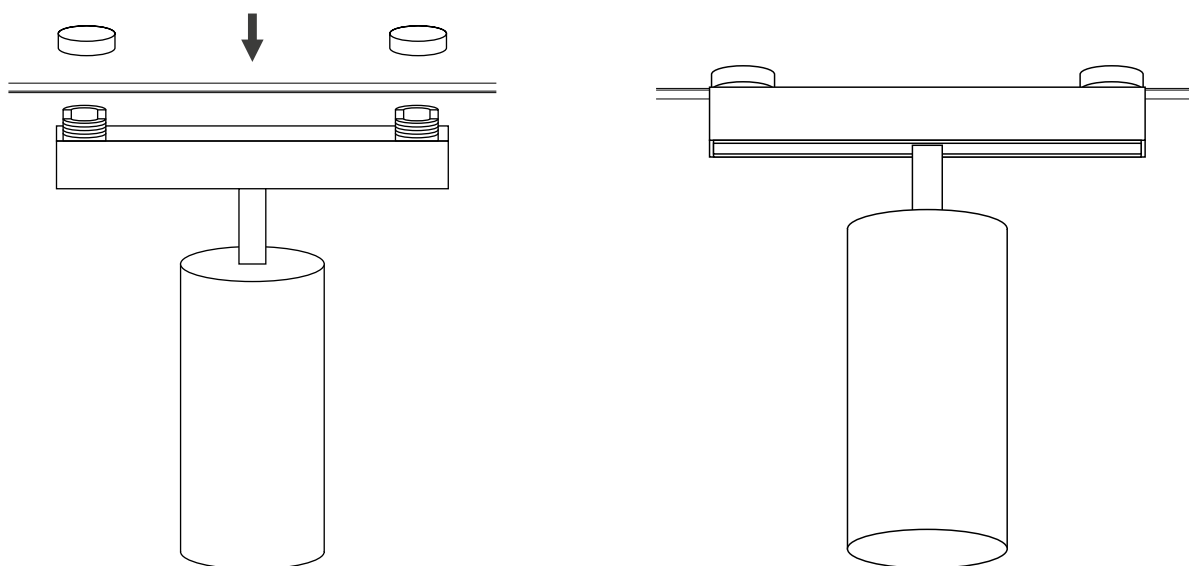

Рис. 2. Установка светильника
- Устройство крепления выполнено в виде завинчивающегося фиксатора с правой резьбой, который накручивается на верхнюю часть корпуса светильника. Открутите верхнюю часть фиксатора у светильника, тем самым освободив установочное пространство. Установите светильник в необходимом месте токопроводящего ремня и зафиксируйте его, закрутив верхнюю часть фиксатора светильника, как показано на рис. 2.